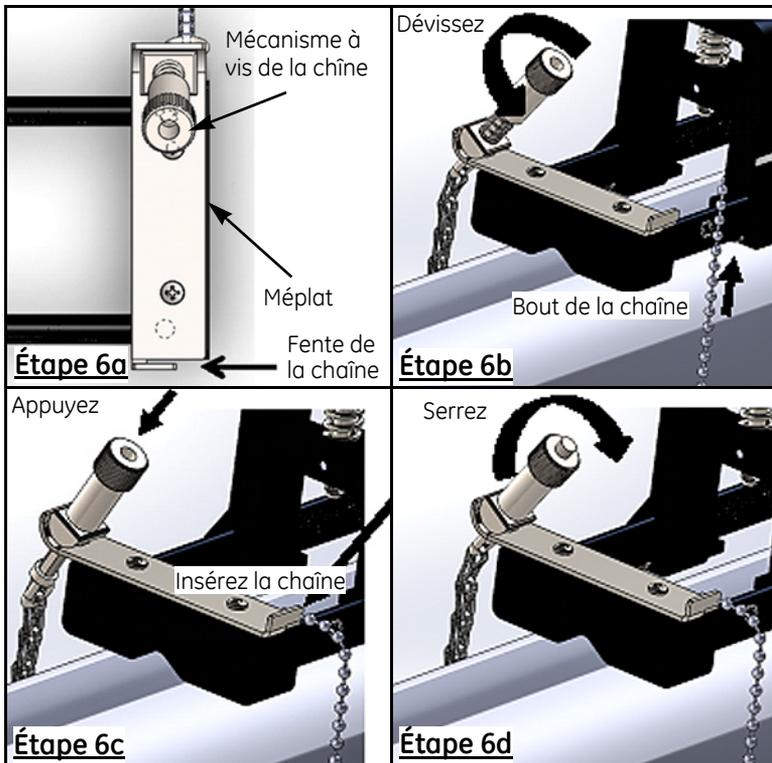

Figure 13 : Installation d'une chaîne
6. Pour installer une chaîne autour du tuyau, reportez-vous à la *Figure 13* à la page 13 puis procédez comme suit :